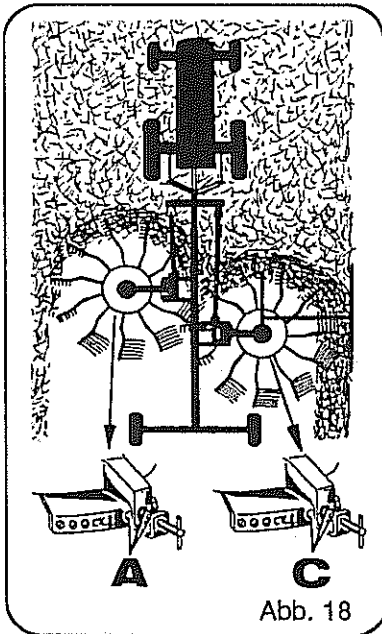

Abb. 18
Beim Rechen von einem seitlichen Großschwad (Abb. 18) sind folgende Punkte zu beachten:
- Kurvenscheibe des linken Kreisels **darf** nur in eine der drei Bohrungen A (Abb. 18) arretiert werden.
- Kurvenscheibe des rechten Kreisels wird in eine der drei Bohrungen C (Abb. 18) arretiert.
Beim Rechen eines seitlichen Großschwades (Abb. 18) darf die Kurvenscheibe des linken Kreisels **nur** in einer der drei Bohrungen A in Abb. 18 arretiert sein. Andernfalls besteht Bruchgefahr der Zinkenarme.
Die Fahrgeschwindigkeit und die Zapfwellendrehzahl ist so zu wählen, daß alles Erntegut von den Zinken sauber zusammengebracht wird. Die Fahrweise wählt man nach den Abb. 18, 19 oder 21.